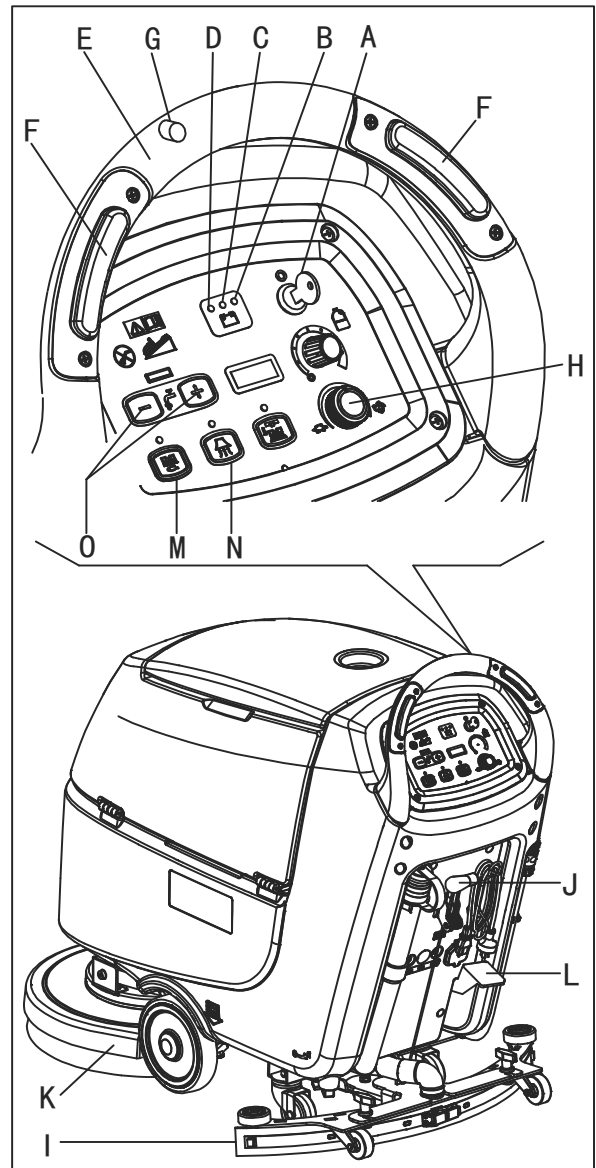

Abbildung 9
2. Stecken Sie den Zündschlüssel (A, Abb. 9) ein und drehen ihn auf "I". Überprüfen Sie, ob die grüne Kontrollleuchte (B) aufleuchtet (geladener Akku). Wenn die gelbe (C) oder rote Kontrollleuchte (D) aufleuchtet, drehen Sie den Zündschlüssel wieder auf "0" und laden die Akkus auf (siehe die Vorgehensweise in Kapitel "Wartung").
- Indem Sie sie mit den Händen am Lenker (E) schieben (nur für Maschine ohne Fahrtrieb).
- Indem Sie die Hände am Lenker (E) halten und den Schalter (F) drücken, um sie nach vorne zu bewegen, oder durch Drücken des Schalters (F) zusammen mit dem Schalter (G), um es rückwärts zu bewegen (nur für Maschinen mit Fahrtrieb). Die Fahrgeschwindigkeit kann mit dem Regler (H) eingestellt werden.
4. Senken Sie den Gummiabzieher (I) mit dem Hebel (J) ab.
5. Senken Sie das Deck des Bürsten/Pad-Halters (K), indem Sie das Pedal (L) anheben.
6. Drücken Sie den Schalter des Bürsten/Pad-Halters (M) und den Vakuumsystemscharter (N).
7. Drücken Sie die Waschwasserdurchflusssteuerschalter (O) wie erforderlich, abhängig von der Art der durchzuführenden Reinigung.
- (Nur für Maschinen ohne Fahrtrieb) Durch Drücken der Maschine mit den Händen am Lenker (E) und durch Drücken des Schalters (F).
- (Nur für Maschinen mit Fahrtrieb) Durch Drücken der Maschine mit den Händen am Lenker (E) und durch Drücken des Schalters (F). Die Vorwärtsgeschwindigkeit kann mit dem Regler (H) eingestellt werden, falls erforderlich.
2. Halten Sie beide Hände am Lenker und drücken Sie den Sicherheitsschalter (F, Abb. 9). Manövrieren Sie nun die Maschine und beginnen Sie mit dem Scheuern/Trocknen des Bodens.